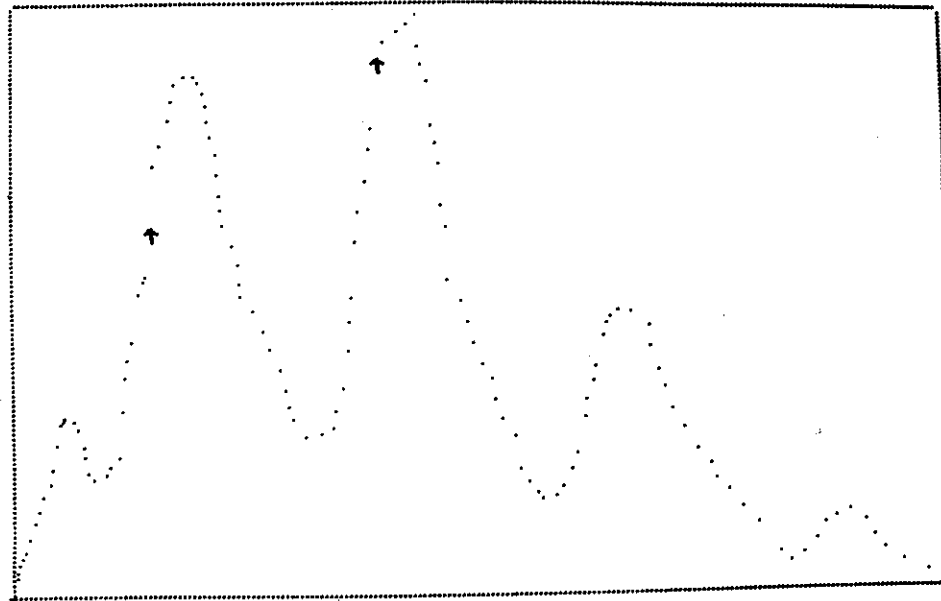

Abb. 4
- Fig. 4 Display für Pfeilprogramm